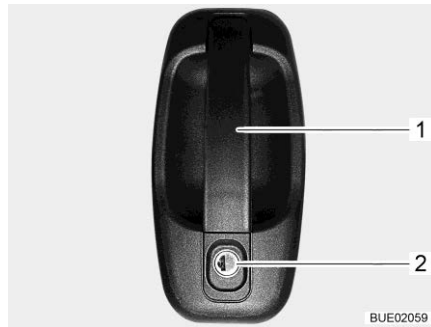

Fig. 66 Serratura della porta (porta conducente, lato esterno)
- Inserire la chiave nel cilindro della serratura (Fig. 66,2) e ruotare fino a quando la serratura della porta si sblocca.
- Tirare la maniglia della porta (Fig. 66,1). La porta è aperta.
- Inserire la chiave nel cilindro della serratura (Fig. 66,2) e ruotare fino a quando la serratura della porta si blocca.